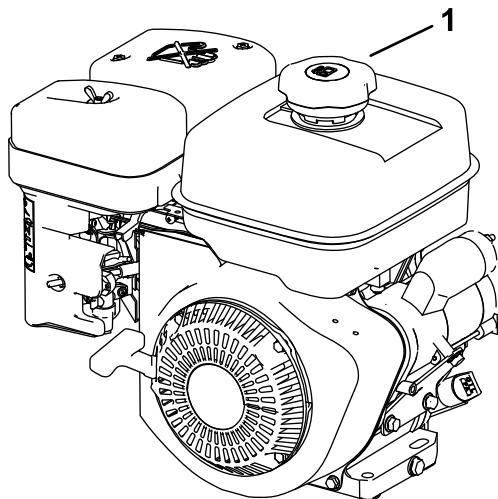

図 8
3. 燃料キャップの周囲をきれいに拭いてキャップを外す 図 8。
4. 燃料タンクの天井から 6-13 mm 程度下まで給油する 図 8。タンクの首の部分まで入れないこと。